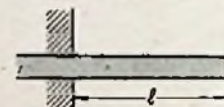
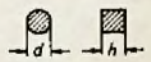

Abb. 1
Abb. 2
Die Eigenschwingungszahl eines einseitig eingespannten Stabes (Abb. 1) läßt sich nach
So einfach die Formel aussieht, gibt sie bei der Ausrechnung meist einige Nüsse zu knacken, da gewöhnlich die Dimensionen nicht richtig eingesetzt werden. Wir empfehlen, die Dimensionen in cm, kg und sec zu wählen. Der Elastizitätsmodul ist demnach ebenfalls in kg/cm2 einzusetzen,  $e$  in kg/cm2. Das axiale Trägheitsmoment I richtet sich nach der Querschnittsform. Für einen Kreisquerschnitt gilt (Abb. 2)  $I = \frac{\pi \cdot d^4}{64}$ , für einen quadratischen Querschnitt  $I = \frac{b^4}{12}$ .
Die eigentliche Messung erfolgt mit einer Potentiometerschaltung nach Abb. 1; legt man an den aus dem zu messenden Widerstand  $R_x$ , dem Drehpotentiometer  $R_1$  und dem Festwiderstand  $R_2$  bestehenden Spannungsteiler die Gleichspannung  $E_1$ , so ist die an dem Schleifer von  $R_1$  abgegriffene Spannung  $E_2$  durch
Links: Abb. 1. Prinzipielle Anordnung zum Messen hochohmiger Widerstände. Rechts: Abb. 2. Vollständige Schaltung eines Gerätes zur Messung von Widerständen von 50 Kiloohm bis 5 Megohm
Spannung  $E_2$  erhält. Wenn  $R_1$  eine lineare Widerstandswicklung hat, so ist der Drehwinkel dem Wert von  $R_x$  proportional, wodurch die Eichung der Meßskala sehr einfach wird, wenn man den Wert von  $R_x$  kennt, der zu dem maximalen Drehwinkel ( $k = 1$ ) von  $R_1$  gehört. Diesen Höchstwert bekommt man aus Gleichung (2), wenn man dort  $k = 1$  setzt. Die konstant zu haltende Spannung  $E_2$  wird mit einem einfachen Röhrenvoltmeter bestimmt, so daß sich die vollständige Schaltung des Meßgerätes nach Abb. 2 ergibt. Da die Größe der Spannung  $E_2$  gar nicht bekannt zu sein braucht, sondern nur auf einem gleichbleibenden Wert gehalten werden muß, genügt ein empfindliches Nullinstrument oder ungeeichtes Milliamperemeter im Anodenkreis der Röhre; der durch das Meßinstrument fließende Anodenstrom wird durch den Spannungsteiler  $R_3 \dots R_4$  kompensiert. Für das Spannungsverhältnis  $n = E_2/E_1$  wurde hier der Wert  $1/100$  gewählt, so daß sich bei einer Anodenbatterie von 45 ... 100 Volt eine Gitterspannung  $E_2$  von 0,45 ... 1,0 Volt ergibt. Die Wahl der Röhre ist nicht kritisch, zu